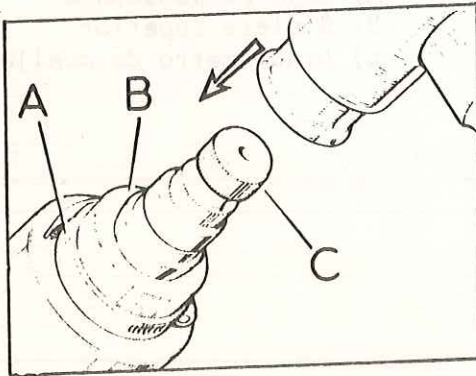

Fig. G-58 Posición del conjunto del eje en la caja
- 3.13. Separar el conjunto del tornillo de banco, y golpeándolo suavemente se introducirá el eje en su sitio, hasta que el casquillo partido haya penetrado en la caja por lo menos hasta la mitad de su longitud (Fig. G-58).
- 3.14. Retirar la abrazadera, A (Fig. G-58) y seguir golpeando el eje hasta que los casquillos, B, queden correctamente alojados en la caja.